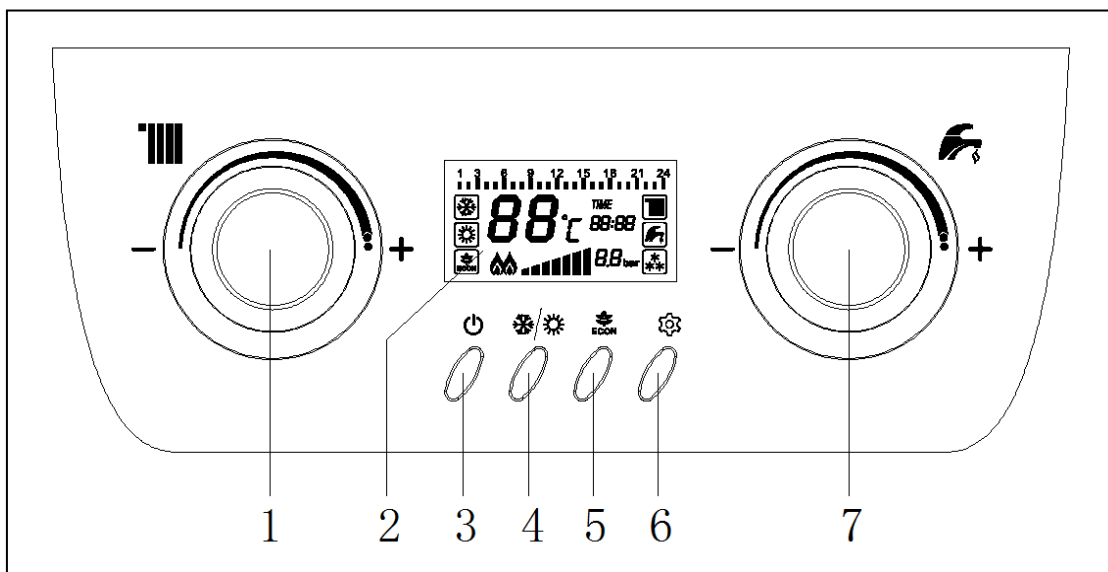

Рис. 8
3.10.2 Вид панели управления модели с жидкокристаллическим дисплеем (рис. 8, табл.4)